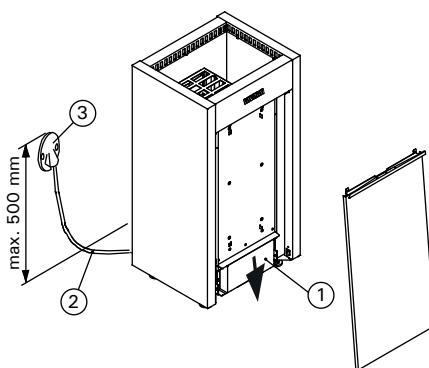

Figura 7. Conexiones del calentador
- El calentador se conecta de forma semifija a la caja de conexiones (figura 7:3) de la pared de la sauna. La caja de conexiones deberá estar protegida contra salpicaduras y su altura máxima desde el suelo no deberá superar los 500 mm.
- El cable de conexión (figura 7:2) debe ser un tipo de cable con recubrimiento de goma H07RN-F o su equivalente. **¡ATENCIÓN! Debido a su fragilidad térmica, se prohíbe el uso de cable aislado con PVC como cable de conexión del calentador.**
Ver figura 7.